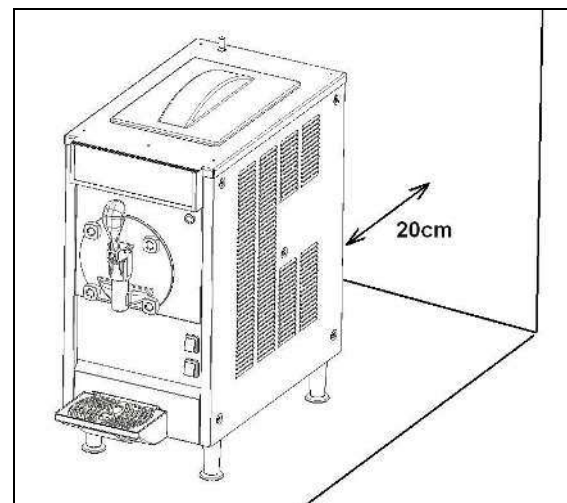

Fig. 2
b) Appoggiare l'apparecchio su una superficie piana facendo in modo che la carrozzeria dell'apparecchio sia ben areata, lasciare almeno 10 inch sul lato sinistro in modo da permettere il controllo e rimozione del cassetto di raccolta ed almeno 8 inch di spazio libero su tutti gli altri lati in modo da permettere una buona areazione (fig.2). Installare l'apparecchio in un ambiente asciutto ed evitare di installarlo vicino a fonti di calore. **La temperatura ambiente di utilizzo macchina deve essere compresa tra i 75°F e i 90°F.**